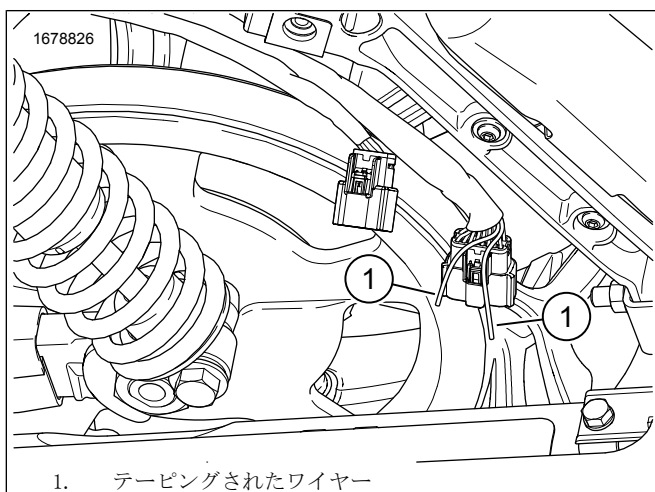

図2。サドルバッグワイヤー
2. 標準装備 (OE) 16ウェイコネクタ[C288B_1]の図2位置を確認します。